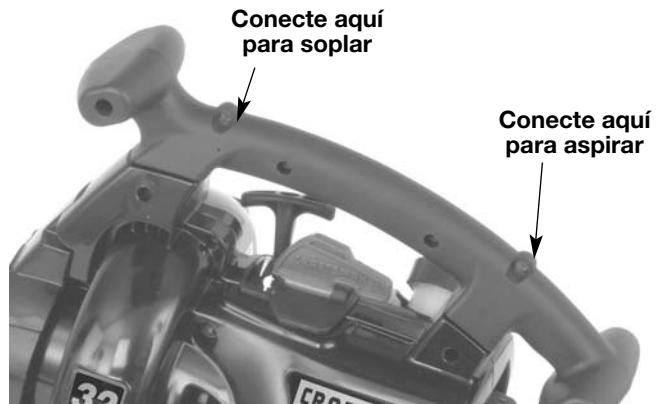

Fig. 7
3. Encue la abrazadera en los herrajes de soporte en la parte anterior o posterior de la manija. Abróchela a la parte anterior de la manija al usar la unidad como un soplador, y abróchela a la parte posterior de la manija al usar la unidad como una aspiradora (Fig. 7).